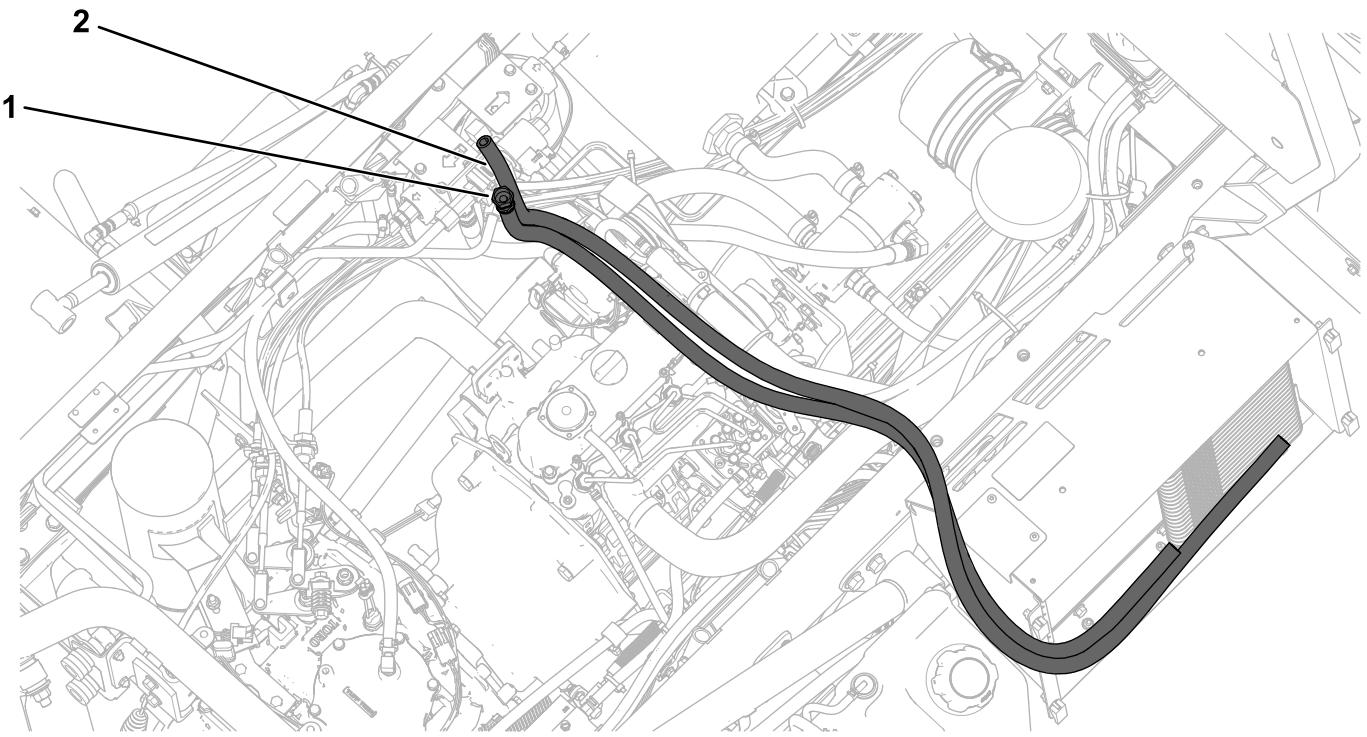
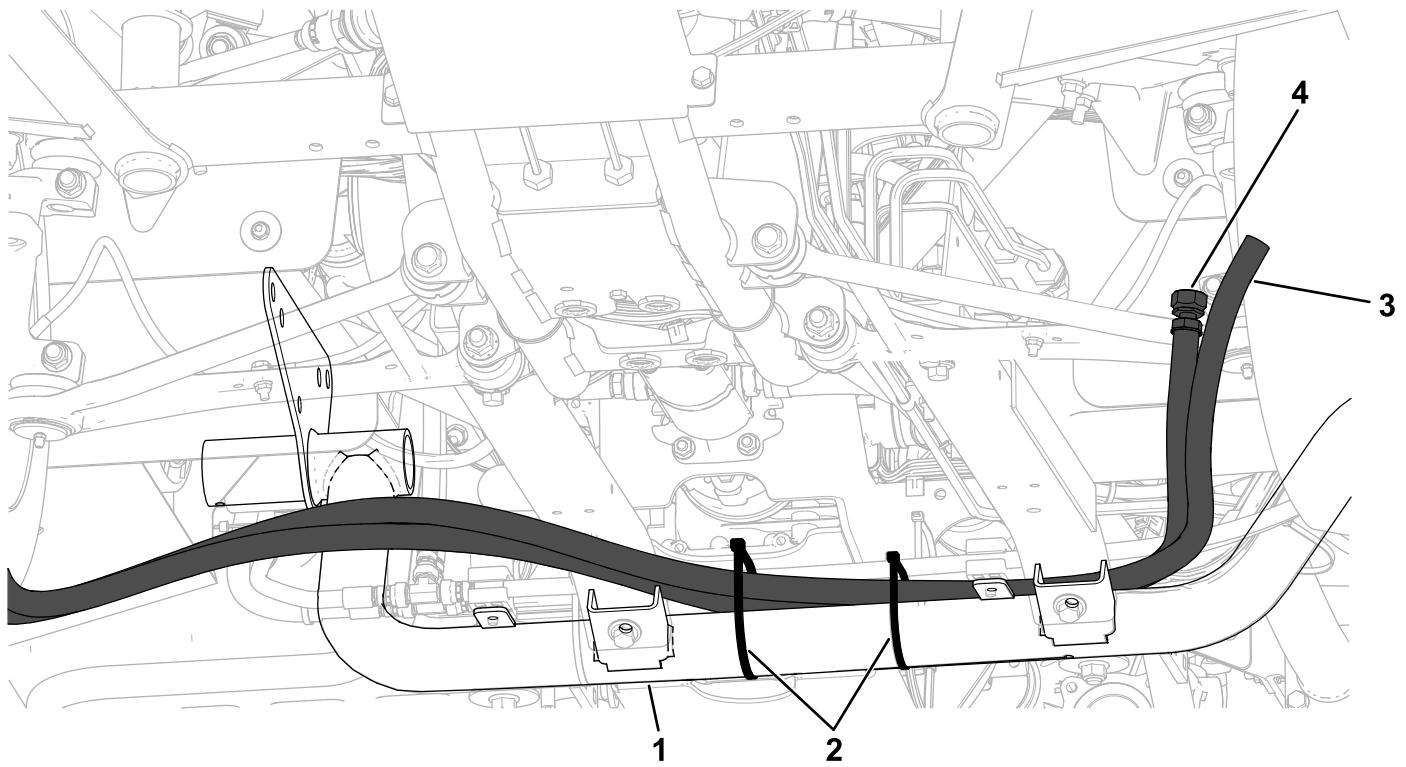

Figura 17
Figura 18
- Sujete la manguera de 1,3 x 129,5 cm con acoplamiento al acoplamiento trasero del enfriador y al acoplamiento de la parte inferior de la válvula, como se muestra en la Figura 17 y la Figura 18. Sujete la manguera al acoplamiento del enfriador con una abrazadera pequeña.
- Sujete la manguera de 1,3 x 160 cm al acoplamiento delantero del enfriador y al acoplamiento de entrada de la cabeza del filtro hidráulico, como se muestra en la Figura 17 y la Figura 18. Sujete las mangueras con 2 abrazaderas pequeñas.